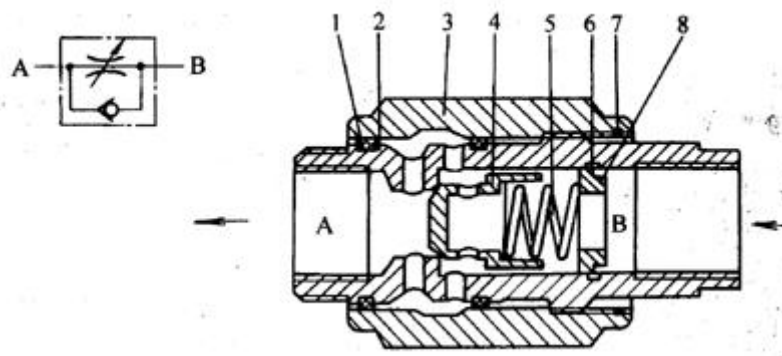

图 27 MK 型单向节流阀结构原理图
1) MK 型单向节流阀 图 27 是 MK 型单向节流阀的结构原理图。该阀是管式联接的单向节流阀，其节流口采用轴向三角槽式结构。旋转调节螺母 3，可改变节流口通流面积的大小，以调节流量。正向流动时起节流阀作用；反向流动时起单向阀作用，这时由于有部分油液可在环形缝隙中流动，可以清除节流口上的沉积物。在阀体 2 左端有刻度槽，调节螺母 3 上有刻度，用以标志调节流量的大小。